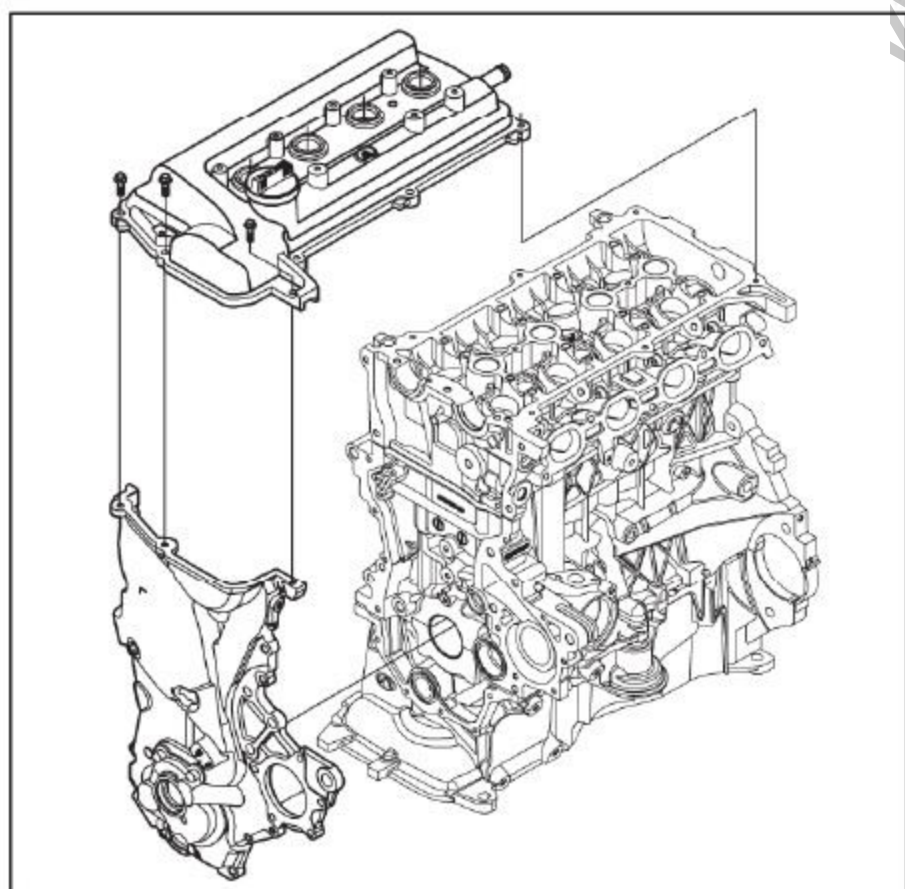

图10-4-8安装气缸盖罩组件
- (6) 用3个螺栓紧固气缸盖罩组件及机油泵总成，如图10-4-8所示。